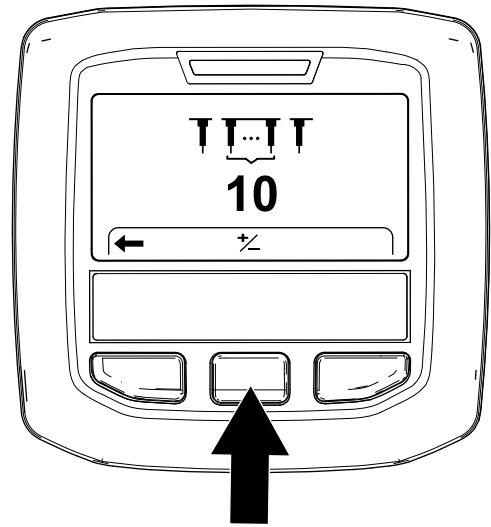

図 61
3. インフォセンターの右ボタンを押して「タインの数」 Setting the Tine Quantity画面を出す 図 61。